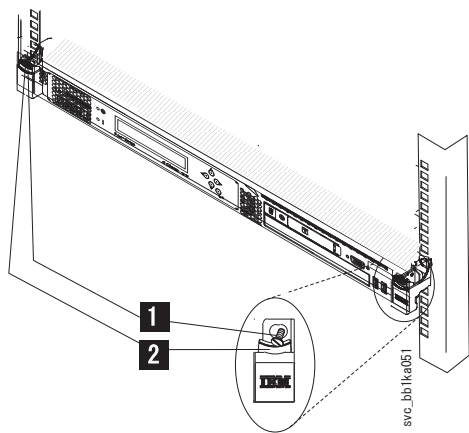

図 10. SAN ボリューム・コントローラー 2145-CG8 または 2145-CF8 のリリース・ラッチおよび取り付けねじ
- a. ノードの前面から、オプションの M6 ねじ (図 10 の **1**) を取り外します。